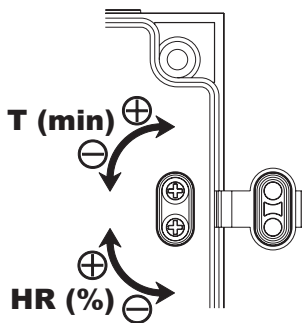

Fig.10
El ajuste del valor de humedad se efectúa por medio del potenciómetro “% Hr” que se halla en el circuito impreso (fig.10) una vez desmontada la rejilla (1):
Para ajustar la temporización, girar el potenciómetro “t min.” situado en el circuito impreso (fig.10):